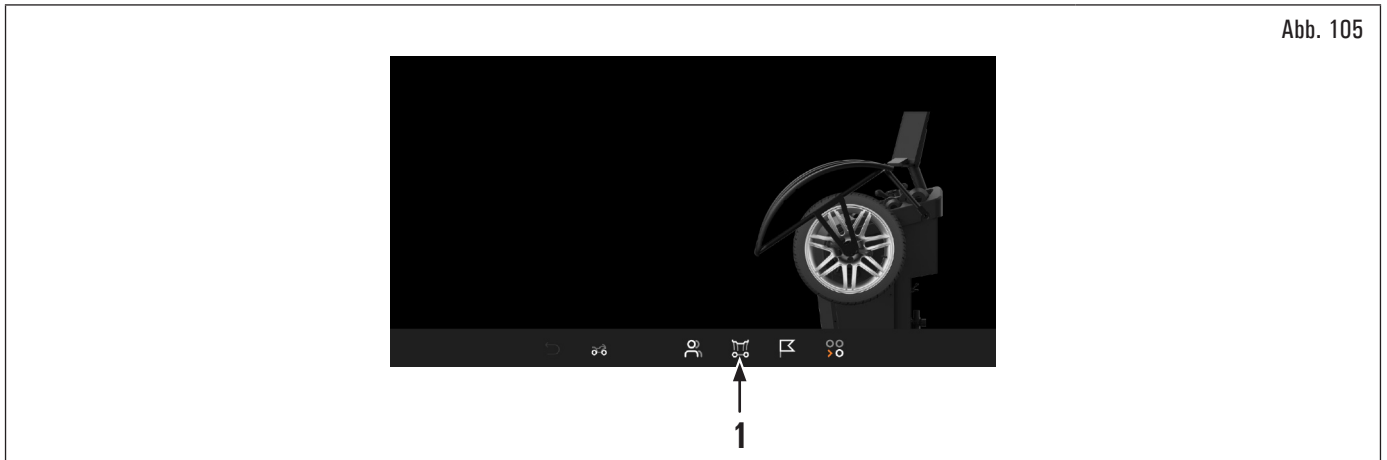

Abb. 105
2. drücken Sie das Symbol  (Abb. 105 Pkt. 1), um den folgende Bildschirm anzuzeigen;